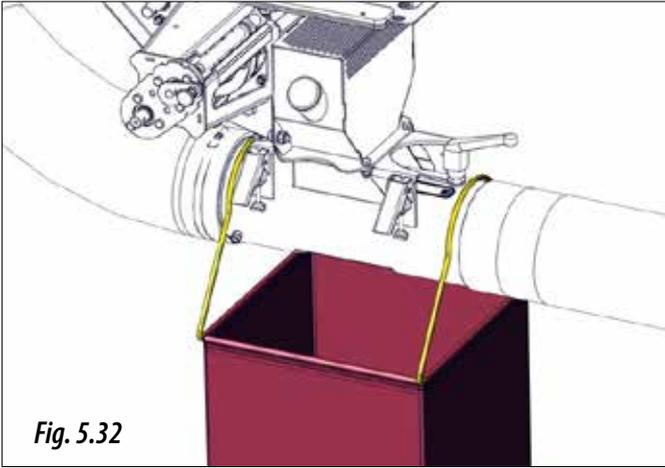

Fig. 5.32
**4.A.3-** Placer le sac fourni ou un récipient sous la sortie de l'injecteur venturi (figure 5.32).